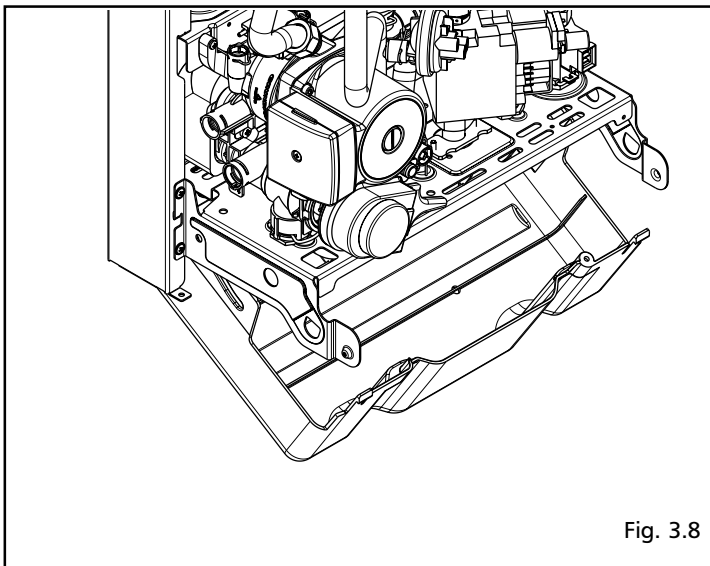

Fig. 3.8
- utilizzando i perni di ancoraggio in dotazione, fissare come indicato in fig. 3.8 la copertura alla mensola